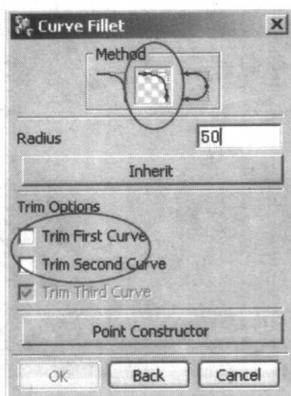

图 1-4 倒圆 1
(1) 利用 Basic Curves→Fillet 连接两个圆。选用 Curve Fillet 中的 Method 的中间选项生成倒圆， $R=50\text{mm}$ ，如图 1-4 所示。
注意：Trim Options 中的选项都不选，如图 1-4 对话框中圈起部分。